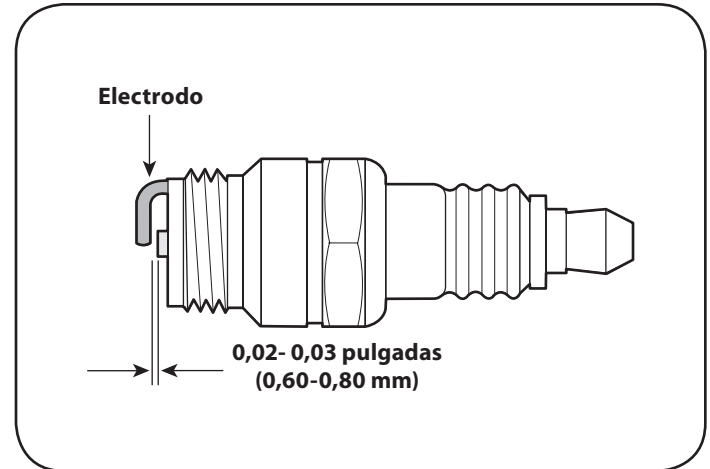

Figura 22
3. Mida la separación de bujía con un calibrador. Corrija de ser necesario torciendo el electrodo lateral. Vea la Figura 22. La separación debe establecerse entre 0,02 y 0,03 pulgadas (0,60-0,80 mm).